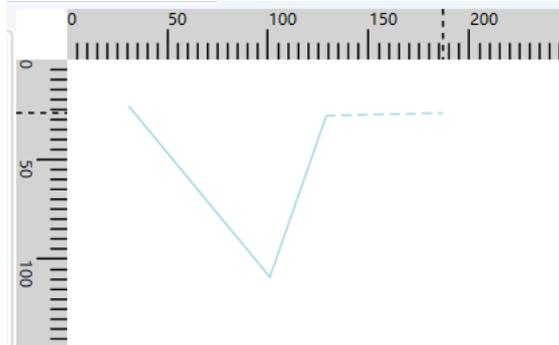

图 4.3.2b 多线段绘制
①鼠标左键点击按键进入绘制模式，然后在画布的任意位置用鼠标左键点击即可确定第一个线段的起点，移动鼠标后再次点击，即可确定第一个线段的终点，即第一个线段绘制完成。同时此点也是第二个线段的起点，移动鼠标后再次点击，即可确定第二个线段，以此类推。如图 4.3.2b 所示。